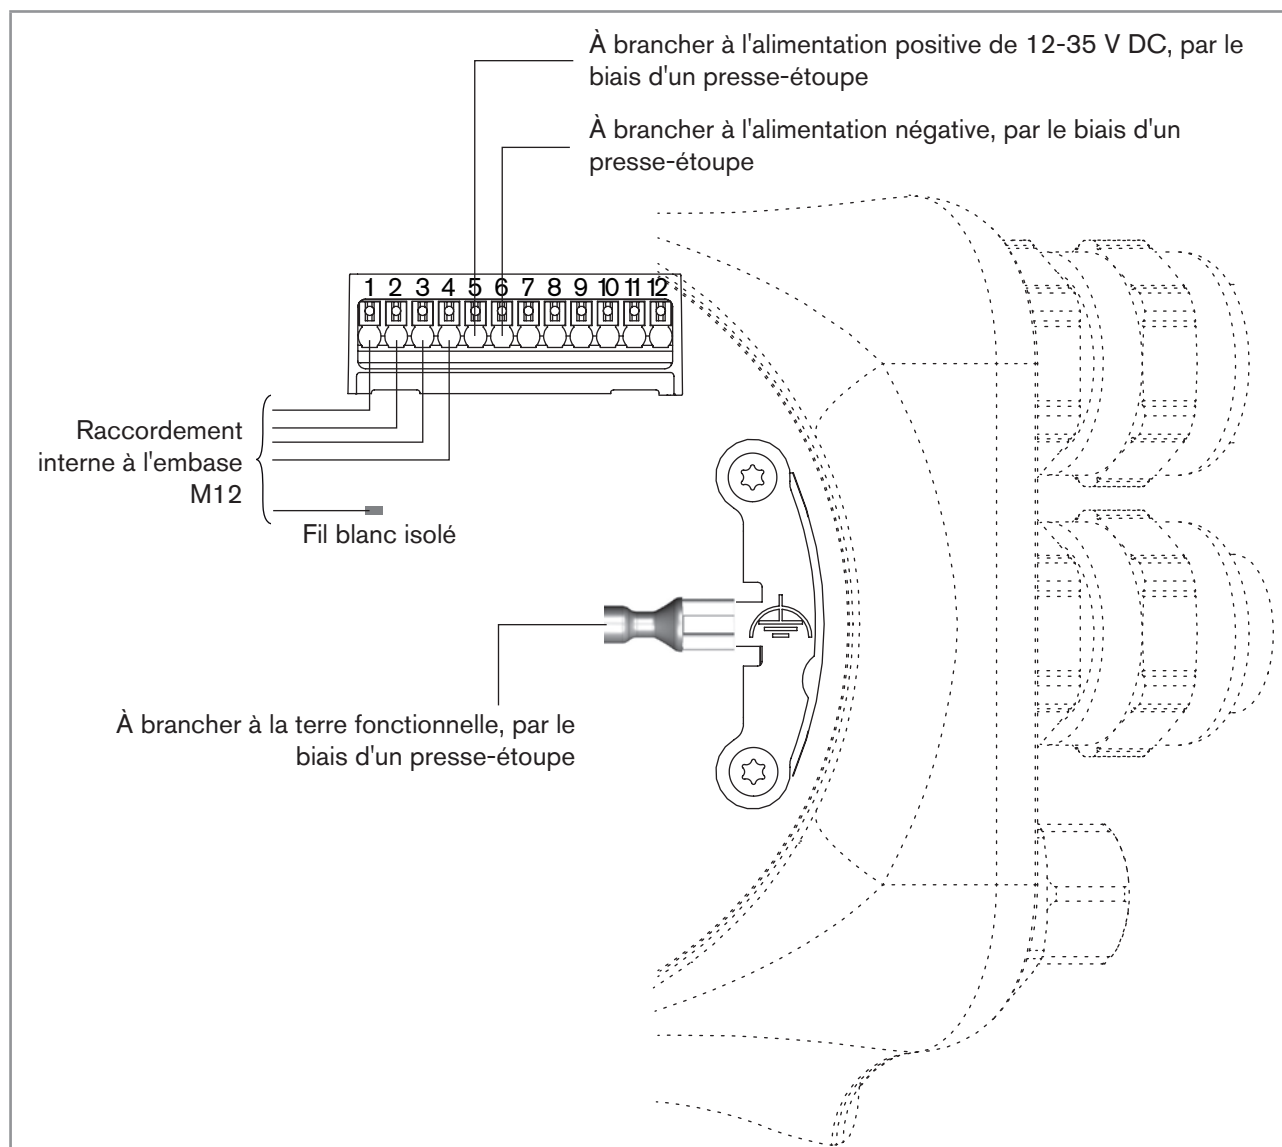

Fig. 16 : Brancher l'appareil à une alimentation de 12-35 V DC à l'aide des presse-étoupes
14. Brancher la terre fonctionnelle à la plaque de terre fonctionnelle comme indiqué dans la Fig. 16, chap. 7.5.10.
3. Brancher l'alimentation de la façon indiquée dans la Fig. 16.